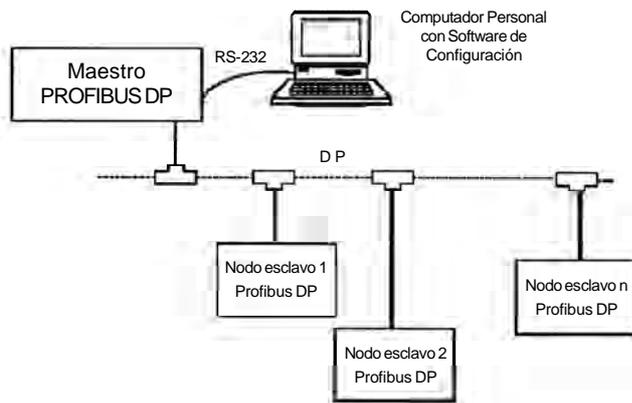

**Figura 8.38** - Conexión a la tarjeta Fieldbus
6. Conectar la otra extremidad del cable del conector Fieldbus a la tarjeta Fieldbus de acuerdo con la figura. 8.38.